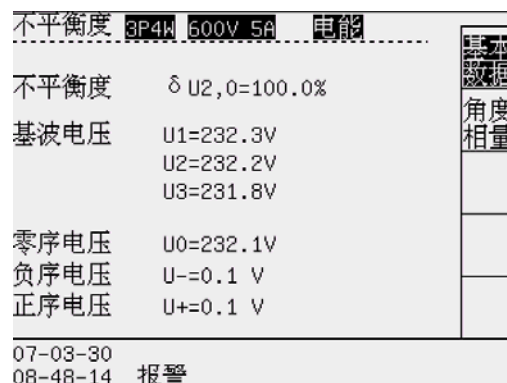

图 8-1 不平衡度
3.1 不平衡度显示见屏幕（图 8-1）
基本数据---不平衡度基本数据; (见图 8-1)
3.2 不平衡度基本数据屏幕（见图 8-1）